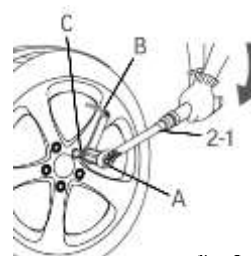

fig. 2
2. Fixez la prise carrée de sortie (C) sur la fixation à desserrer (fig. 2).